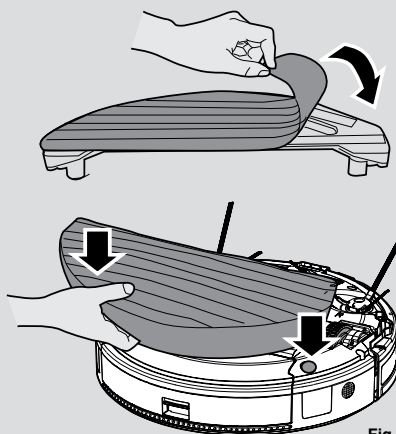

Fig. 15
3. Rikta in vattentanken med roboTens bottendel och tryck den till rätt position tills du hör ett klick som anger att den är ordentligt fäst. [Fig. 15]